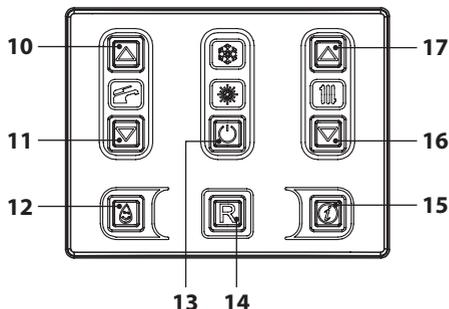
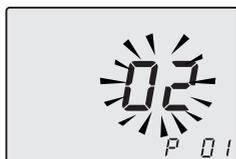

Figura 5.46
Figura 5.47
- Entrare in "modalità programmazione" premendo contemporaneamente per 10 secondi i tasti 13-16-17 (Figura 5.46) fino a far apparire sul display LCD le lettere **P01** che si alternano con il valore del parametro, indicanti l'entrata nel "parametro 01" (Figura 5.47).
- Premendo il tasto 13 (Figura 5.46) si ottiene la conferma del valore inserito.